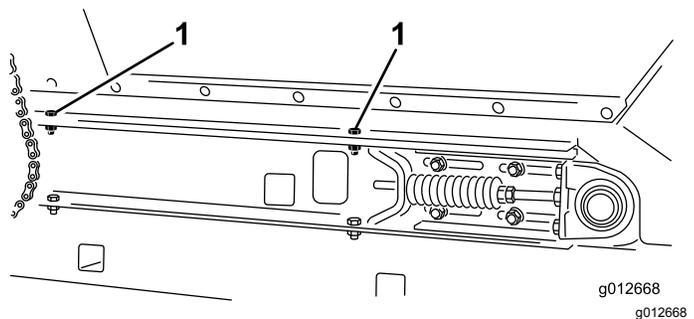

Figura 26
2. Em cada lado da máquina, remova os dois parafusos, duas anilhas e duas porcas de bloqueio que prendem a tremonha às calhas da estrutura de deslizamento (Figura 26).